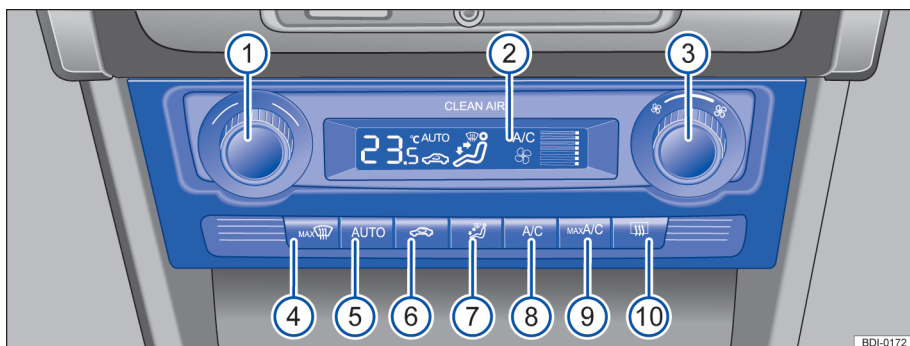

图 126 中控台: 自动空调的操作元件
i 在制冷装置关闭的情况下, 不会对吸入的车外空气除湿。为了避免挡风玻璃上产生水雾, 建议把制冷装置打开。方法是按压制冷按钮 **A/C** ⑧⇒图 126。显示屏②⇒图 126 上显示相应的图标。
— 转动温度调节旋钮①⇒图 126, 即可设定整车温度。
- ① - 温度调节旋钮
- ② - 显示器
- ③ - 鼓风机挡位调节旋钮及空调开关。向左侧旋转到极限位置并再次旋转一次可以关闭空调系统。
- ④ 按钮 **MAX** - 前风窗玻璃最大除霜/最大除雾功能。吸入车外空气吹向前风窗玻璃及前排侧窗玻璃。若在空气内循环模式接通时打开风窗玻璃最大除霜/最大除雾功能, 空气内循环模式自动关闭。在符合压缩机开启的条件下, 制冷装
- 按压空气内循环按钮⑥⇒图 126，即可打开空气内循环模式。在显示器中显示相应图标。
- 再次按压空气内循环按钮⑥，即可切换至空气外循环模式。在显示器中熄灭相应图标。
- 开启空调旋钮③⇒图 126。
- 调节左侧温度旋钮⇒图 126 至 Lo，调节至外循环模式。等待 10 秒左右，关闭鼓风机。